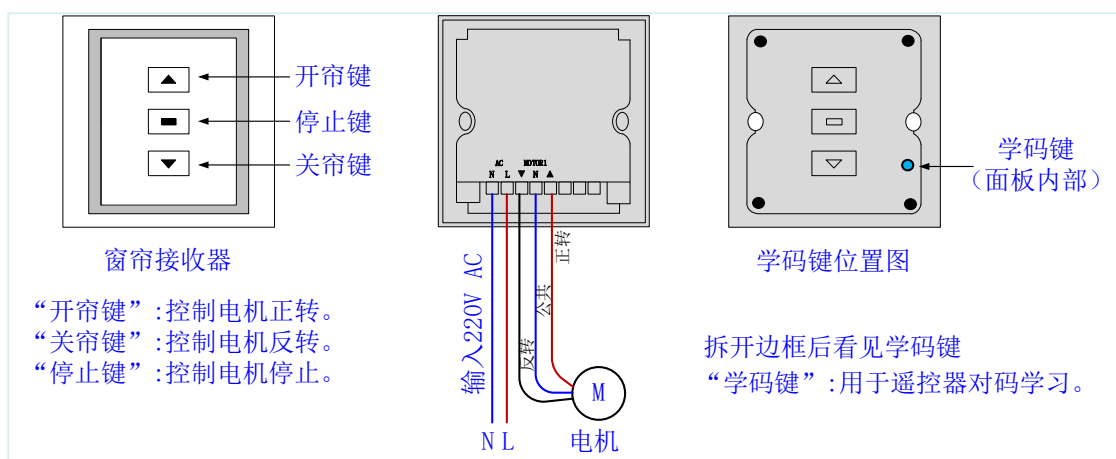

图 5-51 窗帘接收器示意图
- 1) 描述卷帘与卷帘电机的安装步骤及注意事项。(参考实训步骤 1) 第 (2) 条)
- 2) 绘制电动窗帘接收器的接线图。(参考图 5-51)